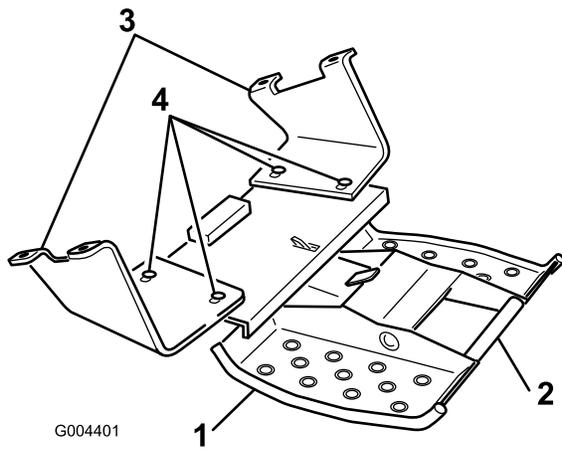

Figura 4
3. Sujete el asa de la plataforma y tire de ella hacia arriba para extender la plataforma (Figura 4).
4. Afloje a mano, sin retirarlos, los cuatro pernos y tuercas que sujetan el conjunto de la plataforma a los soportes (Figura 4).
7. Alinee la plataforma de manera que quede centrada en la máquina, luego apriete a 91 a 113 Nm los cuatro pernos y tuercas que sujetan el conjunto de la plataforma a los soportes (Figura 4).